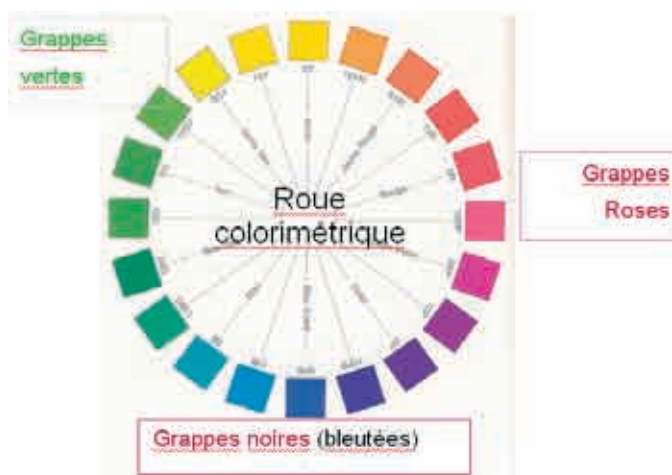

Figure 2 : roue colorimétrique, permettant de discriminer la couleur des baies
* L'image ainsi « nettoyée » est ensuite analysée pour caractériser les baies et les grappes de raisins verts et les grappes de raisins rosés à noirs. Dans ce cas, une approche colorimétrique est basée sur la gamme des couleurs présentes dans l'image ne contenant que les baies (Figure 2).